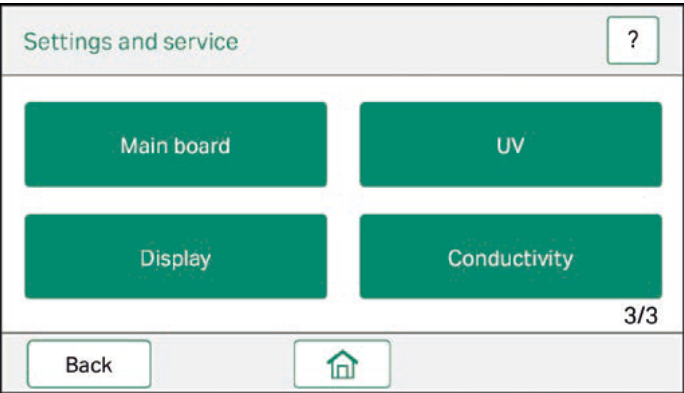

图 8. ÄKTA start 有多种设置和服务选项，可从显示屏轻松访问。帮助按钮 [?] 为当前活动页面提供指导。
- a) 快速启动 (Quick start): “即开即用”的方法模板可基于亲和层析 (AC)、离子交换层析 (IEX)、凝胶过滤 (GF) 和脱盐 (DS) 技术纯化常规蛋白。表 1 中提供了应用示例。方法内已经对层析柱体积、流速、平衡、洗脱模式和收集体积等运行参数进行了预设。用户只需输入进样体积, 并确保系统连接了 U 盘即可。使用快速启动方法时, 样品通过泵来进样。
4) 设置和服务 (Settings and Service)：用于配置、校准、故障排除以及诊断 ÄKTA start 的各个组件 (图 8)。对于列出的部件，可以使用重要的诊断测试、校准设置和自维护程序。